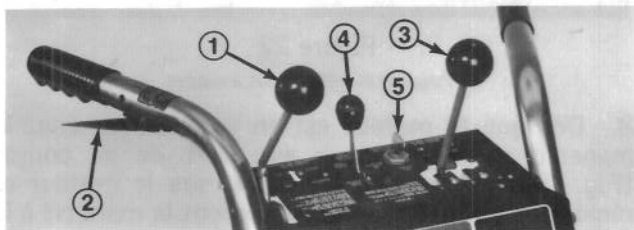

Figure 15
Commande de tarière (Fig. 15) — Cette commande a deux positions: EMBRAYÉE (Engage) et DÉBRAYÉE (Disengage). Pour embrayer la tarière et le ventilateur, poussez le levier de commande vers l'avant jusqu'à sa butée. Il dépassera alors le centre du tableau. Pour débrayer la tarière et le ventilateur, ramenez le levier de commande en arrière.
Levier d'interconnexion de sécurité (Fig. 15) — Il faut comprimer le levier d'interconnexion de sécurité contre la poignée du mancheron de droite quand la tarière ou les roues sont embrayées. Le moteur s'arrête automatiquement dès qu'on relâche ce levier pendant que la tarière ou les roues sont en prise. Il s'agit d'un dispositif de sécurité destiné à rappeler au conducteur de débrayer la tarière et les roues avant de quitter sa position de sécurité derrière les mancherons.
Commande d'entraînement des roues (Fig. 15) — Cette commande a sept positions: N (point mort ou neutre) 2 positions; R1 et R2 (2 vitesses de marche arrière); 1, 2 et 3 (trois vitesses avant). Pour changer de vitesse, placez le levier à la position désirée. Il faut tenir le levier de commande en position R (Marche arrière) pour reculer. Dès qu'on le relâche, la commande retombe automatiquement au point mort. Vous pourrez utiliser les vitesses 1, 2 et 3 selon les conditions d'enneigement. Continuez de comprimer le levier d'interconnexion en changeant de vitesse.
Commande des gaz (Fig. 15) — Plus vous poussez le levier vers l'avant, plus vous augmentez la vitesse. Ne faites tourner le moteur que juste assez vite pour projeter la neige où vous le voulez.
Clé d'allumage (Fig. 15) — La clé d'allumage a deux positions: MARCHÉ (On) et ARRÊT (Off). Mettez la clé en position MARCHÉ (On) avant de mettre le moteur en marche à l'aide du démarreur à rappel. Pour arrêter le moteur, mettez la clé en position ARRÊT.
5. Tournez la clé d'allumage en position de MARCHÉ (Fig. 15).